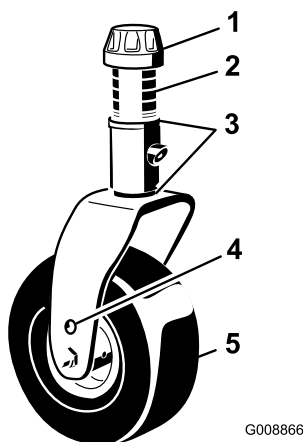

Figura 84
1. Retire a tampa de tensionamento do eixo roscado e desloque o fuso para fora do braço da roda giratória (**Figura 84**).